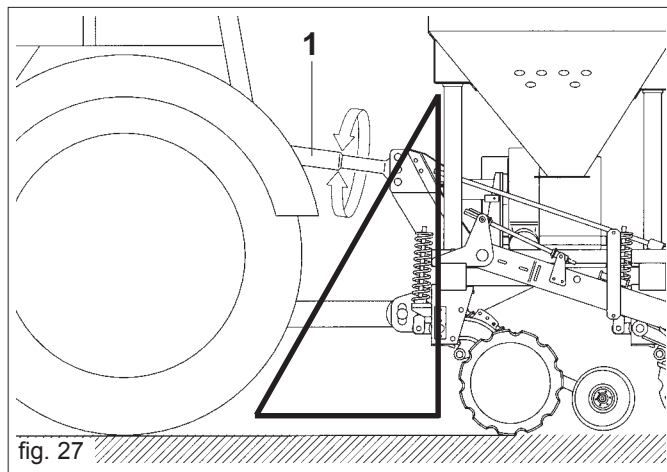

fig. 27
- la longueur du troisième point (version porté, 1 Fig. 27);